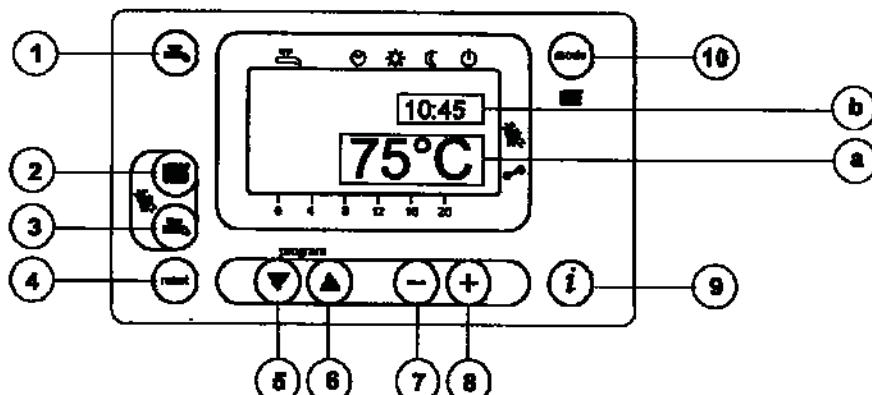

Рисунок 1
- Для установки значения температуры воды системы отопления нажмите кнопку (поз. 2, Рис. 1);
- нажмите одну из кнопок (поз. 1 или 10 Рис. 1) для запоминания значения и возврата в основное меню.
**Прим.** При подсоединенном датчике уличной температуры с помощью кнопки (поз. 2, Рис. 1) можно осуществлять смещение по климатическим кривым. Для увеличения или уменьшения комнатной температуры в отапливаемом помещении действуйте кнопками .
- Для установки максимального значения температуры воды системы ГВС нажмите кнопку (поз. 3, Рис. 1);
- нажмите одну из кнопок (поз. 1 или 10, Рис. 1) для запоминания значения и возврата в основное меню.